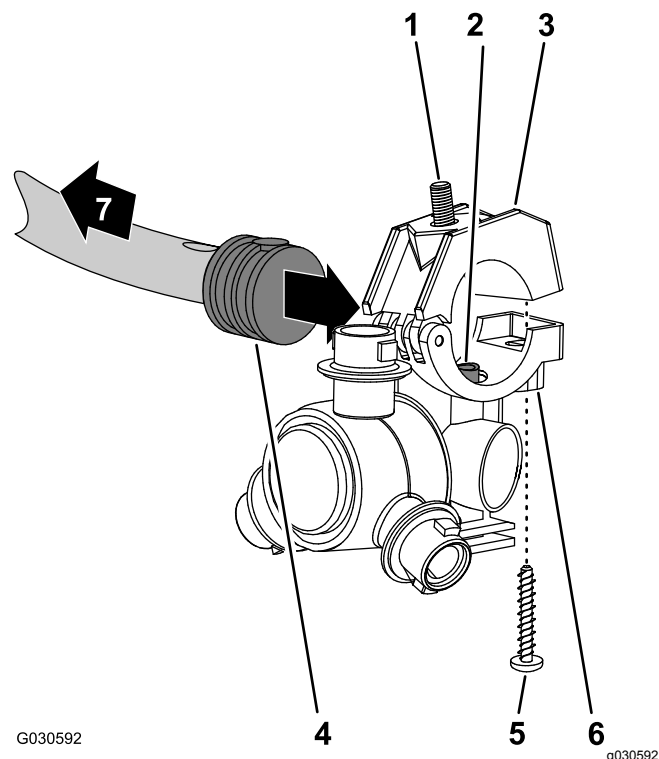
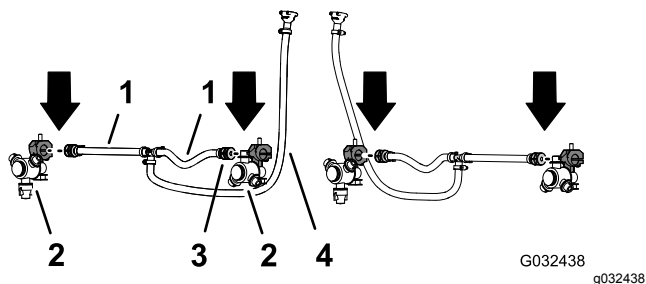

Рисунок 57
Рисунок 58
- Найдите отверстие в боковой части хвостовика одностороннего шлангового штуцера типа «елочка», установленного в конце шланга длиной 25 см, входящего в состав шлангового узла (клапан опрыскивателя 5 или 6), для средней секции опрыскивателя (Рисунок 57 и Рисунок 58).
- Выполняя действия с двумя распылительными соплами из доводочного комплекта системы опрыскивания GeoLink, выверните винт из нержавеющей стали, который крепит верхнюю половину зажима к опоре (Рисунок 57).
4. Совместите трубу для перекачивания в опоре распылительного сопла (Рисунок 57) с отверстием в боковой части хвостовика одностороннего шлангового штуцера типа «елочка» (½ дюйма).
5. Установите верхнюю половину зажима поверх хвостовика штуцера типа «елочка» и закрепите половину зажима и корпус распылительного сопла (Рисунок 57) с помощью винта из нержавеющей стали (№ 12 x 1¼ дюйма); затяните винт из нержавеющей стали с моментом от 14 до 18 Н·м.
6. Используя распылительное сопло, болт с шестигранной головкой и винт из нержавеющей стали, снятые при выполнении пунктов 1 и 2 раздела Демонтаж распылительных сопел (страница 28), повторите действия, описанные в пунктах с 3 по 5, для хвостовика одностороннего шлангового штуцера типа «елочка» (Рисунок 57 и Рисунок 58), находящегося в конце другого шланга длиной 25 см (10 дюймов).
опрыскивателя 5 или 6) в средней секции стрелы (Рисунок 57 и Рисунок 58).